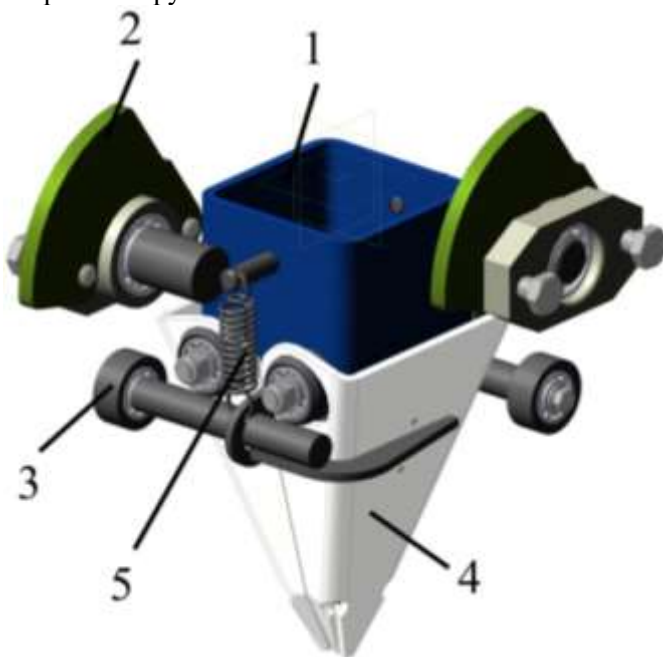

Рисунок 3 – Сошник высаживающий
3.7 Высаживающий сошник (рис. 3) осуществляет непосредственно высадку растений в почву.